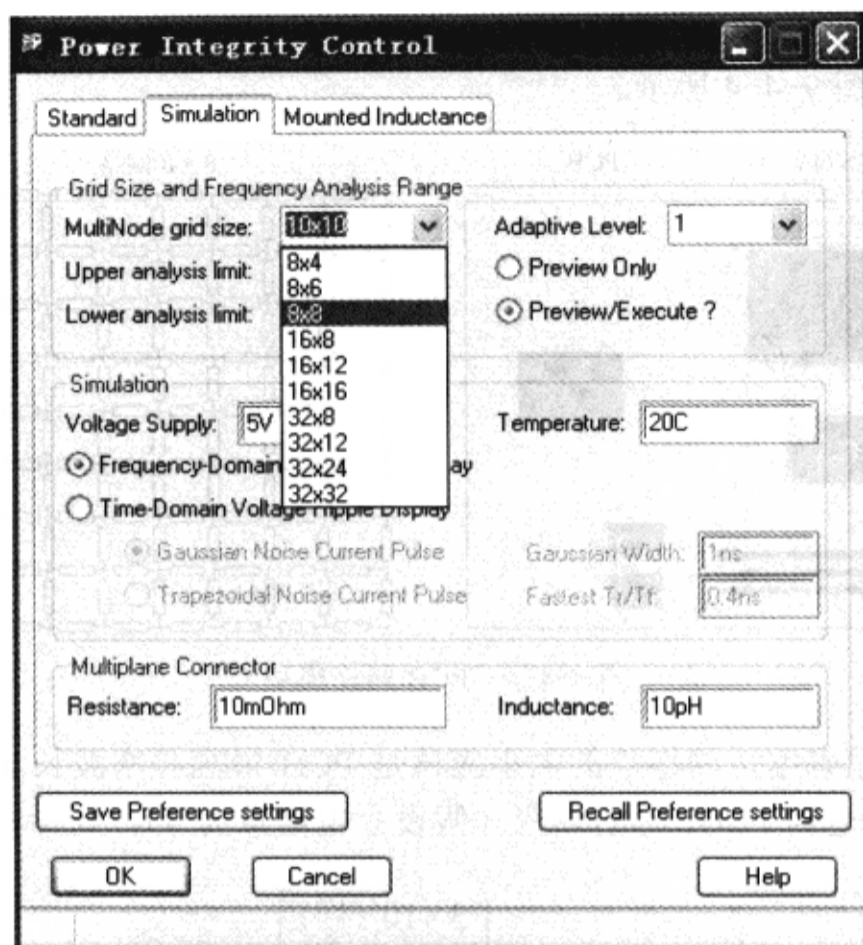

图 9-4-3 “Power Integrity Control” 对话框
(1) 模型的间隔距离会影响仿真运行的时间和精度，在图 9-4-3 所示的对话框中还可输入其他的值，如“20X20”或“33X12”；